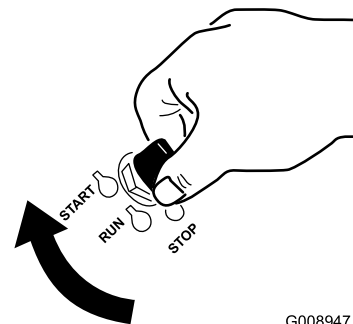

Figura 18
1. Gire la llave de contacto a la posición de ARRANQUE (Figura 18) Cuando el motor arranque, suelte la llave.